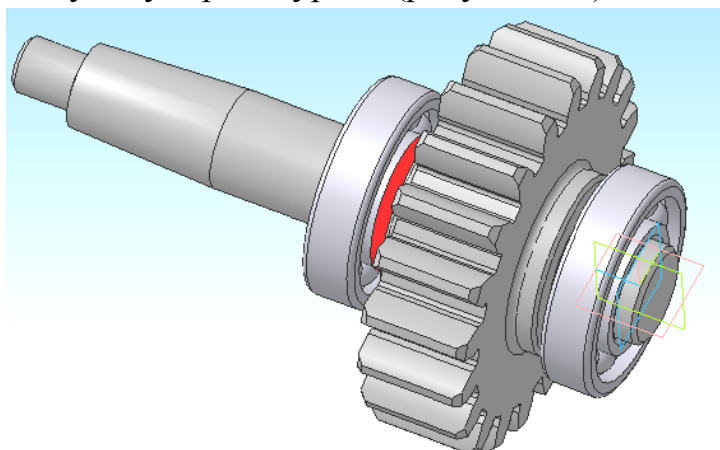

Рисунок 3.7 – Добавление подшипников в сборку
28) Добавьте в сборку еще один такой же подшипник и самостоятельно установите его на валу до упора в буртик (рисунок 3.7).